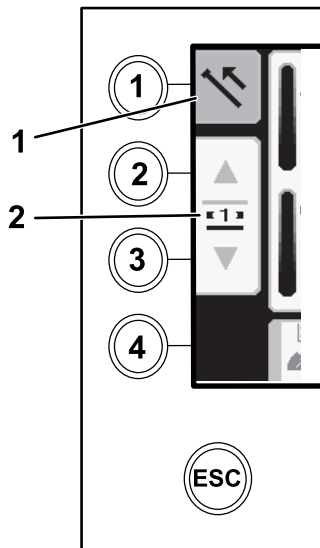

Figure 6
1. Appuyez sur le bouton 1 pour sélectionner l'option tirage de tige (Figure 6).
- Appuyez sur les boutons 2 et 3 pour sélectionner la rangée où vous allez placer la tige (Figure 6).